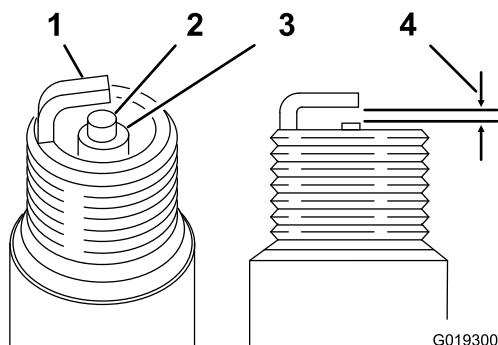

Figura 31
1. Mire la parte central de la bujía (Figura 31). Si se observa un color gris o marrón claro en el aislante, el motor está funcionando correctamente.
2. Con una galga para bujías, mida la distancia entre el electrodo lateral y el electrodo central (Figura 31).